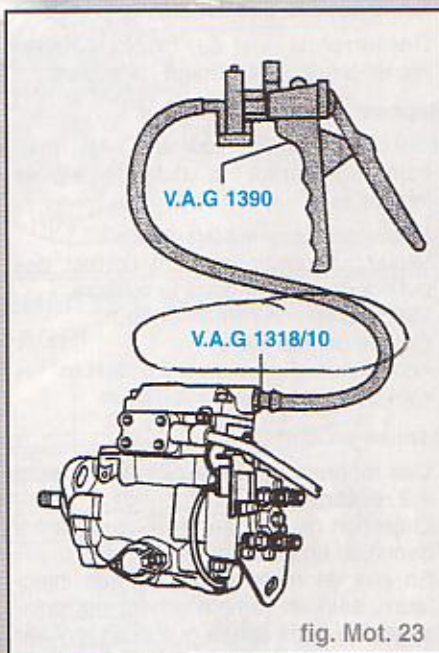

fig. Mot. 23
- visser l'adaptateur **1318/10** dans l'ouverture de retour de la pompe d'injection (fig. Mot. 23)